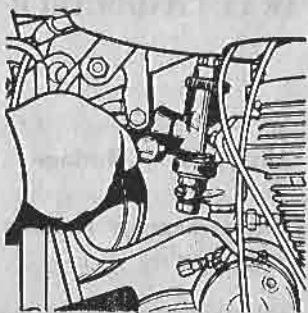

FIG. 2. — Réglage du ralenti du carburateur
14. RÉGLAGE DU RALENTI DU CARBURATEUR (fig. 2).